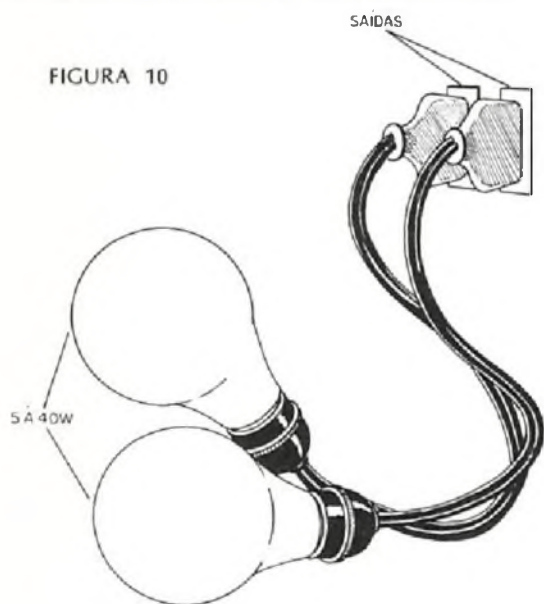

FIGURA 10
a) Uma das lâmpadas ou as duas acendem direto não havendo controle do potenciômetro. Neste caso, desligue momentaneamente os diodos dos SCRs conforme mostra a figura 10. Se a lâmpada apagar, é sinal que o problema está no multivibrador. Desligue então as bases dos transistores momentaneamente. Se ainda assim as lâmpadas permanecerem acesas quando a ligação do diodo é refeita é sinal que o transistor precisa ser trocado. Se ao desligar o diodo na primeira prova a lâmpada continuar acesa é sinal que o SCR está em curto, devendo ser trocado.